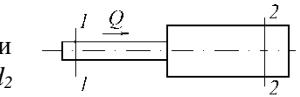

Рис. 3
7. Определить потерю напора на внезапное расширение потока (рис. 3), если известны показания пьезометров $h_1 = 16\text{ см}$, $h_2 = 30\text{ см}$, диаметры $d_1 = 20\text{ мм}$, $d_2 = 50\text{ мм}$, расход $Q = 1\text{ л}/\text{с}$.